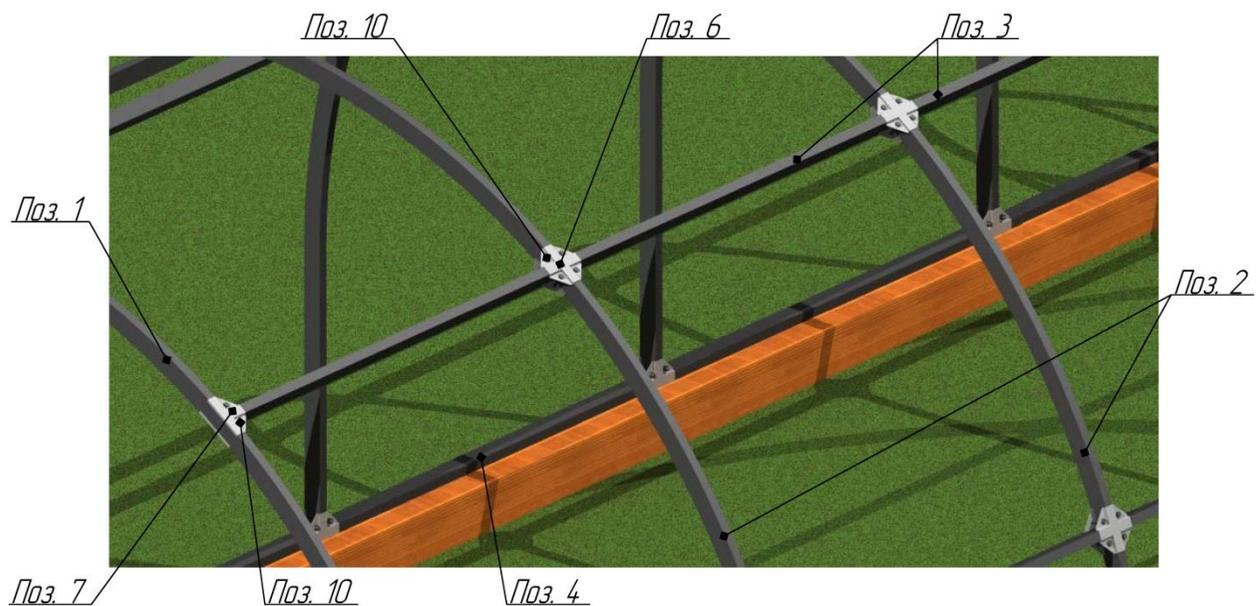

Рис. 10. Монтаж дуг на брусья
7. Соединить обе полученные конструкции стяжкой (**Поз.3**) путем вставки поочередно обоих ее торцов в крепление-спайдер «Х-образный» (**Поз.6**) и крепление-спайдер «Т-образный» (**Поз.7**) с последующей затяжкой (рис.10).